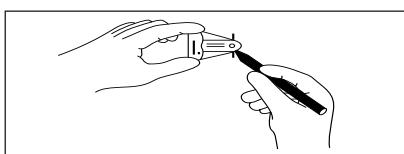

РИС. 8
- Когда магнит в устройстве *MAGNA-FINDER™* будет расположен перпендикулярно основанию *MAGNA-FINDER™*, пометьте ткань хирургическим маркером в местах двух меток, имеющихся на основании устройства *MAGNA-FINDER™*. Линия между этими двумя пометками указывает положение одной плоскости, как показано на Рис. 8. Гнездо *MAGNA-SITE™* расположено в одной точке на указанной плоскости.